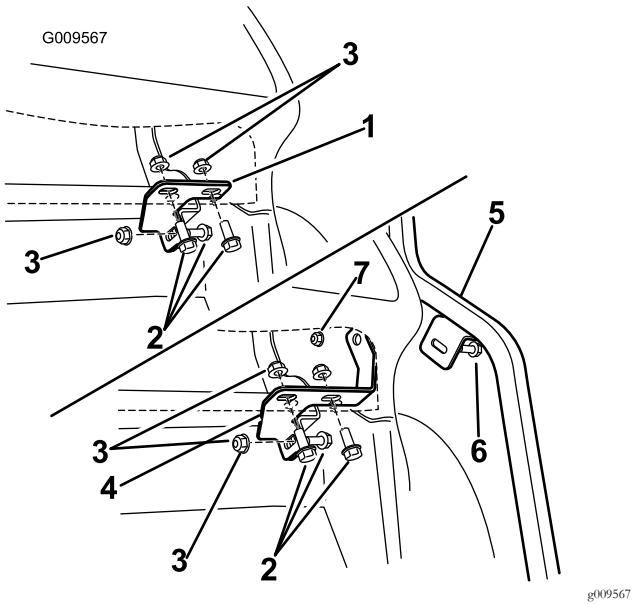

Figure 4
- Localisez le support existant monté sur le tube transversal et sous le côté droit de la planche de bord, et déposez le support de la planche de bord (Figure 4).
- Insérez le boulon (5/16" x 1") de planche de bord à travers le tube de support avant droit, la planche de bord et le support de la planche de bord (Figure 4).
- Avec l'écrou à embase (5/16"), fixez légèrement le support de planche de bord et le tube de support tube sur la machine (Figure 4).
- Avec les fixations retirées précédemment restantes, fixez le support de planche de bord au tube transversal et au cadre (Figure 4).